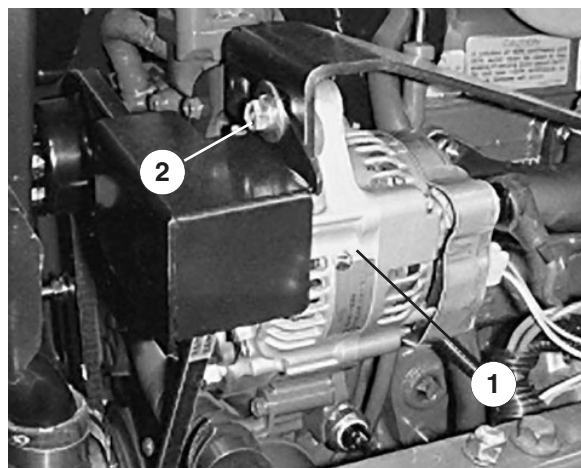

Figure 31
2. Lorsque la tension est correcte, la courroie présente une flèche de 10 mm quand une force de 4,5 kg est exercée à mi-chemin entre les poulies (Fig. 31).